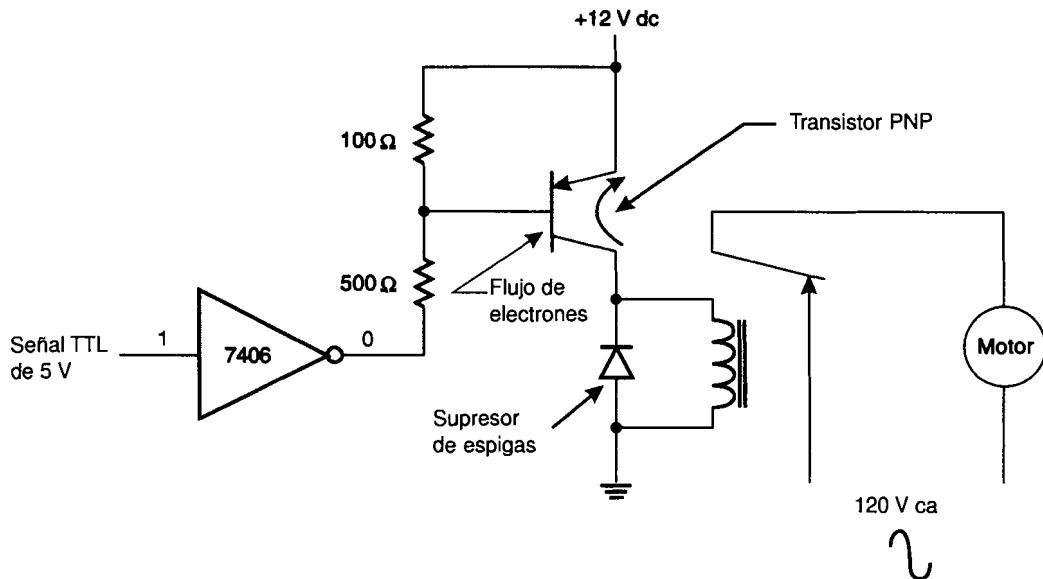

FIGURA 15-9 Interfaz con corriente alta
La figura 15-9 muestra el empleo de un transistor para proporcionar la corriente necesaria para energizar un relevador que enciende un motor de bomba. El 7406 es un inversor de colector abierto diseñado para aislamiento.
to de voltajes grandes (hasta 30 V) y corrientes grandes (hasta 40 mA). Cuando la entrada a un 7406 es un 1 lógico TTL, la salida del inversor cambia al nivel BAJO, haciendo que fluya una corriente aproximada de 23 mA por la unión base-emisor del transistor. Esto satura al transistor y lo hace pasar a un estado de gran conducción, produciendo una corriente de colector grande para energizar al relevador. La corriente que circula por el colector del transistor está limitada únicamente por la resistencia de la bobina del relevador, $50\ \Omega$, y por tanto puede ser muy grande. En la figura 15-9 la corriente de colector es 12 V dividida entre $50\ \Omega$ o 240 mA.
Existen dos aspectos que deben considerarse cuando se diseñan circuitos que emplean transistores para apagar o encender una corriente alta. El primero es utilizar un transistor de potencia que tenga una corriente de colector I_c lo suficientemente grande para manejar la corriente del circuito a controlar. En la figura 15-9, el transistor debe ser capaz de manejar al menos 0.25 A o de lo contrario se quemará. El segundo es proporcionar una corriente de base suficiente para hacer pasar al transistor a un estado de gran conducción de modo que la caída de voltaje en éste sea pequeña. Si la corriente de base es muy pequeña, el flujo de corriente del emisor al colector disminuye, produciendo de esta manera una caída de voltaje a través del transistor. Esta caída de voltaje hace que el transistor disipe más potencia y que pueda quemarse por el calor generado. Recuérdese que la potencia es el producto del voltaje por la corriente. Cuando la caída de voltaje a través del transistor es casi cero, la potencia disipada por el transistor disminuye.
2. En el circuito de la figura 15-9 calcule el valor del resistor de la base necesario para una corriente de colector de 300 mA. (La H_{FE} del transistor es 15.) [2]
9. ¿Por qué se emplea el diodo en el circuito de la figura 15-9? [2, 5]